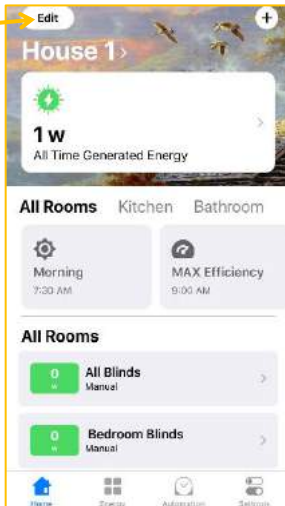

Abbildung 34
10.9.1. Auf den Reiter **Edit** oben links tippen, um den Vorgang zu beginnen (Abb. 34).